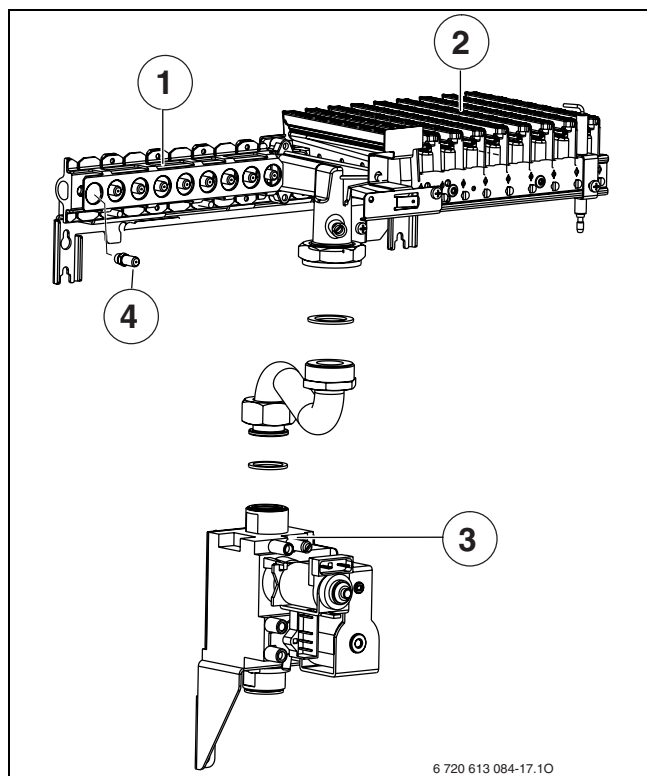

Fig. 59 N GVA 24/28..., N GVS 24/28...
**Legenda delle figure 59 e 60:**